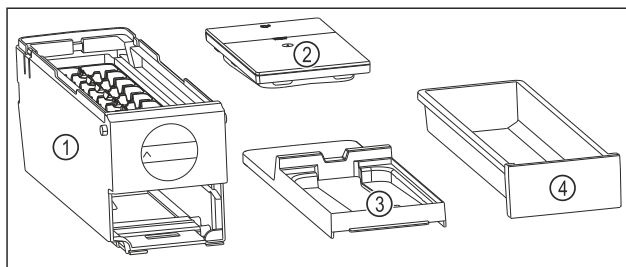

Fig. 185 Součásti EasyTwist-Ice
- ▷ EasyTwist-Ice je rozebrán na čtyři části. (viz Fig. 185)
- ▶ EasyTwist-Ice rozebírejte pouze na zobrazené součásti. (viz Fig. 185)
- ▶ Korpus EasyTwist-Ice Fig. 185 (1) vyčistěte jako celek.